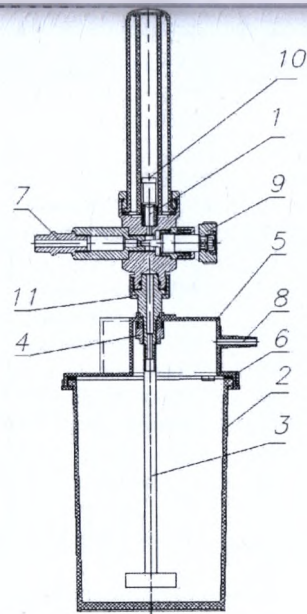
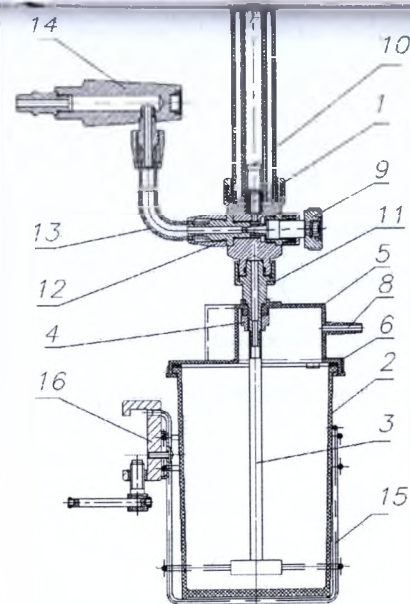

рис.1
рис.2
1.2. В связи с дальнейшим техническим совершенствованием увлажнителей, их конструкция может несколько отличаться от конструктивного исполнения, приведенного на рис.1 и 2
2.3 Увлажнители выпускаются двух модификаций : штекерный и шланговый (рис.1 и рис.2).